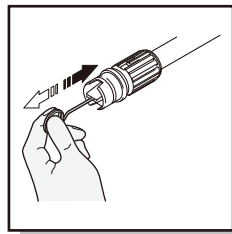

Fig. 17
- Utilizando el limpiador de la punta de la boquilla que se proporciona (o un clip desplegado), inserte el cable en el orificio de la boquilla y mueva hacia atrás y hacia adelante hasta que la suciedad sea desalojado (Fig. 17). Enjuagar el agua a través de las boquillas utilizando una manguera de jardín y la presión más alta disponible (boquilla de agua estándar o utilice el pulgar sobre la boquilla para crear la presión de agua para enjuagar al revés).